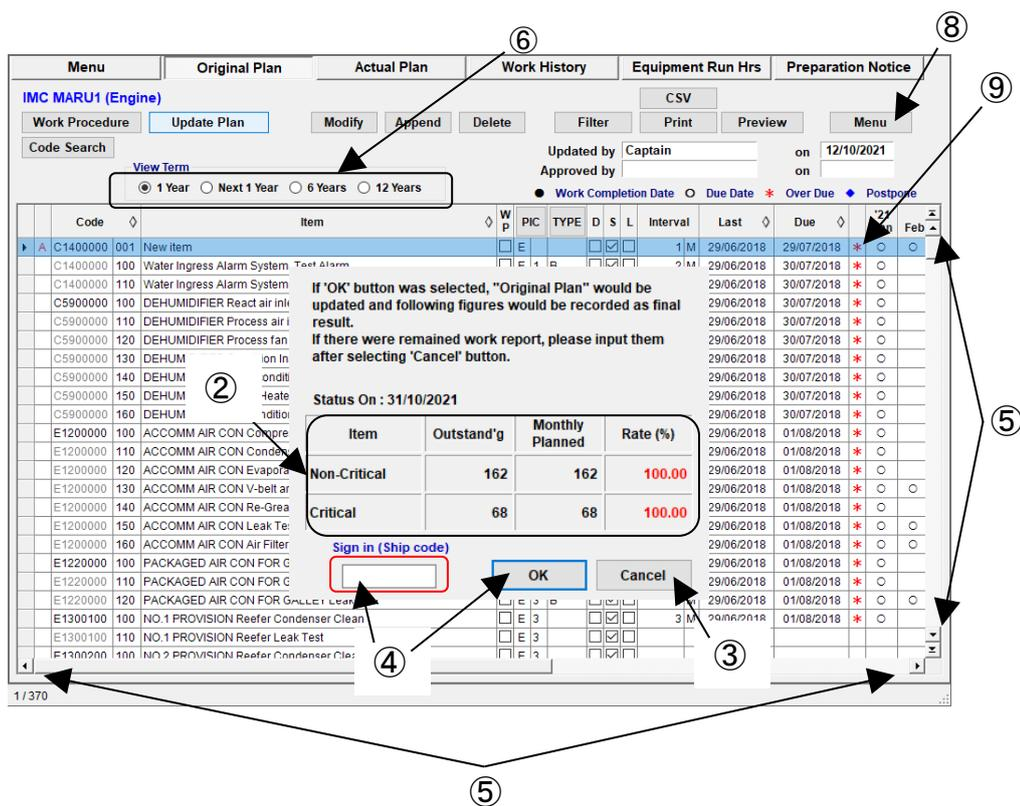

図 11-2 Original Plan 画面
- (2) "Original Plan"画面(図 11-2)上で確認メッセージが表示され、前月末日時点での Outstand'g rate(未実施率)を確認することができます。